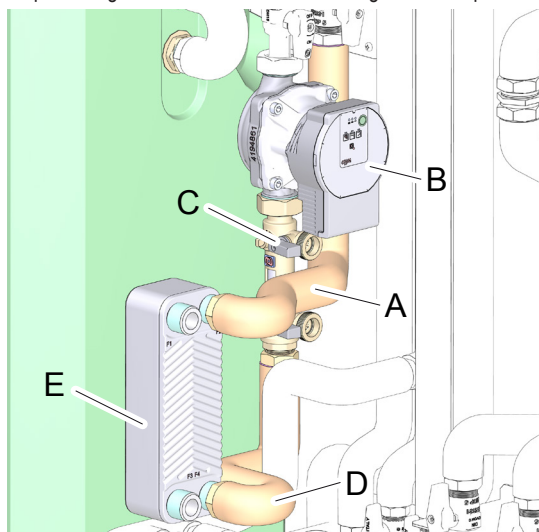
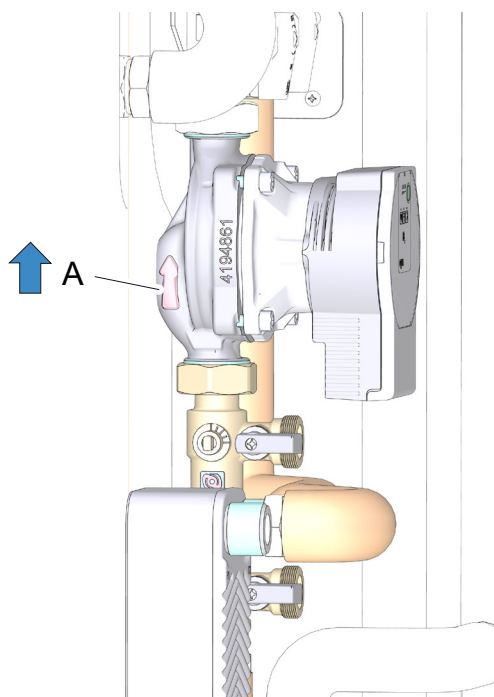
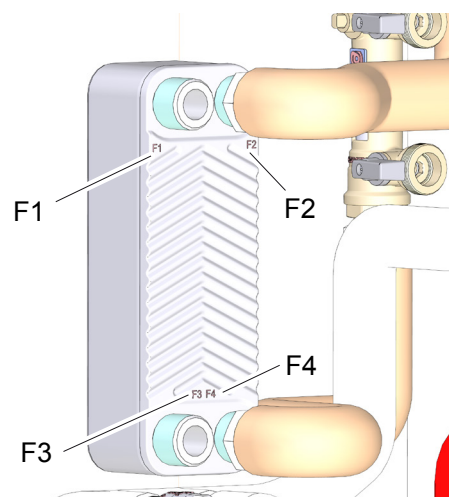

fig. 48 -
fig. 49 - dettaglio montaggio circolatore collettore solare
fig. 50 - dettaglio montaggio scambiatore a piastre
- tubazione cod. 3841T300 (part. A "fig. 48 -")
- circolatore collettore solare PARA ST 15/6-72 (part. B "fig. 48 -"). Vedi anche "fig. 49 - dettaglio montaggio circolatore collettore solare".
- limitatore di portata collettore solare (part. C "fig. 48 -")
- tubazione cod. 3841T320 (part. D "fig. 48 -")
- scambiatore a piastre (part. E "fig. 48 -"). Vedi anche "fig. 50 - dettaglio montaggio scambiatore a piastre".